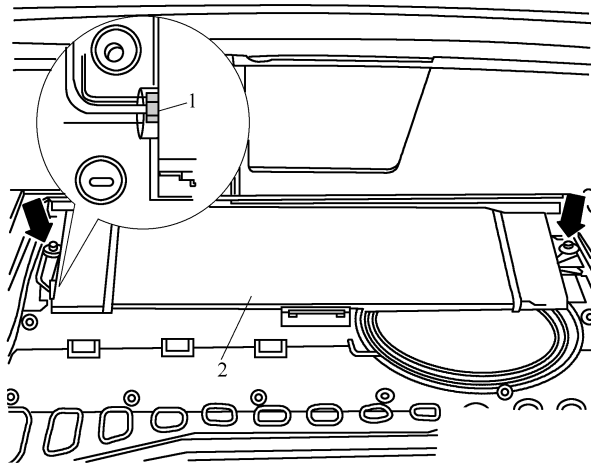

图 4-2-28 空气管路的拆卸示意图
3) 慢慢松开蓄能器 2 上的空气管路 1, 释放压力。排完空气后, 拧下空气管路 1, 如图 4-2-28 所示。拧下螺栓(箭头), 然后将蓄能器向上翻转 90°。